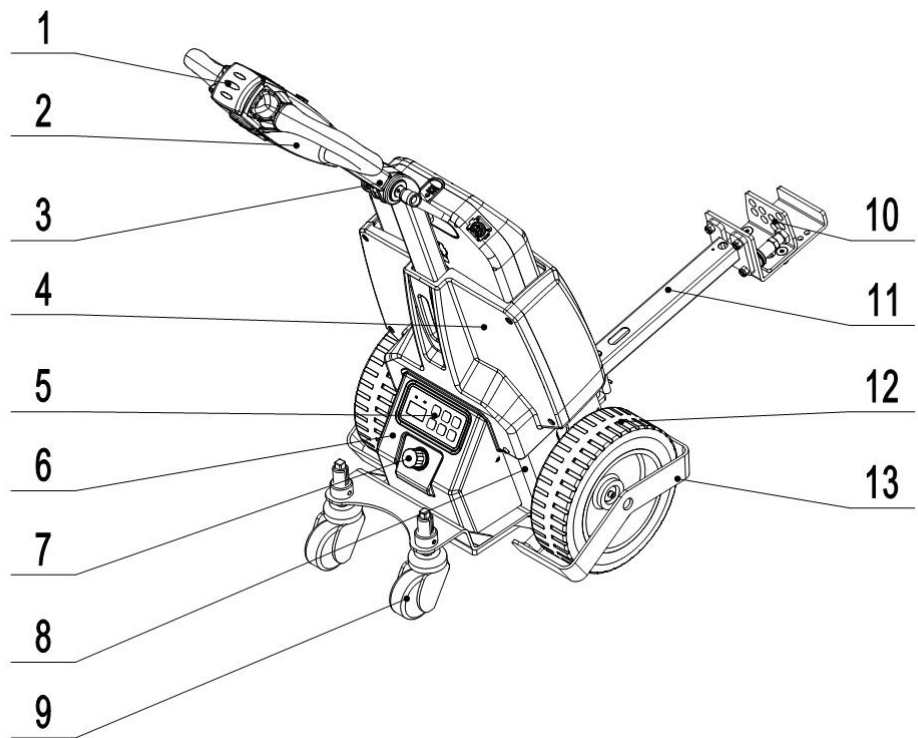

Рис. 1: Обзор основных компонентов
Тягач оснащен кнопкой противоотката (рис. 1, поз. 1), которая изменяет траекторию движения тягача и направляет его в другую сторону от оператора, если тягач движется на оператора, и ручка управления находится в рабочей зоне.
- Для исключения непреднамеренного движения выключайте тягач с помощью аварийной кнопки (рис. 1, поз. 7) или нажатием «X» на пин-панели.